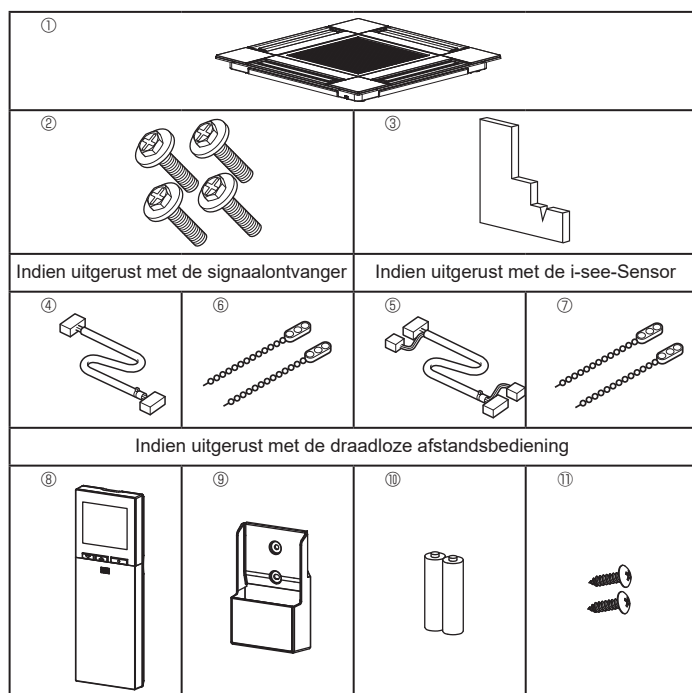

Fig. 10-1
10.1. De roosteraccessoires controleren (Fig. 10-1)